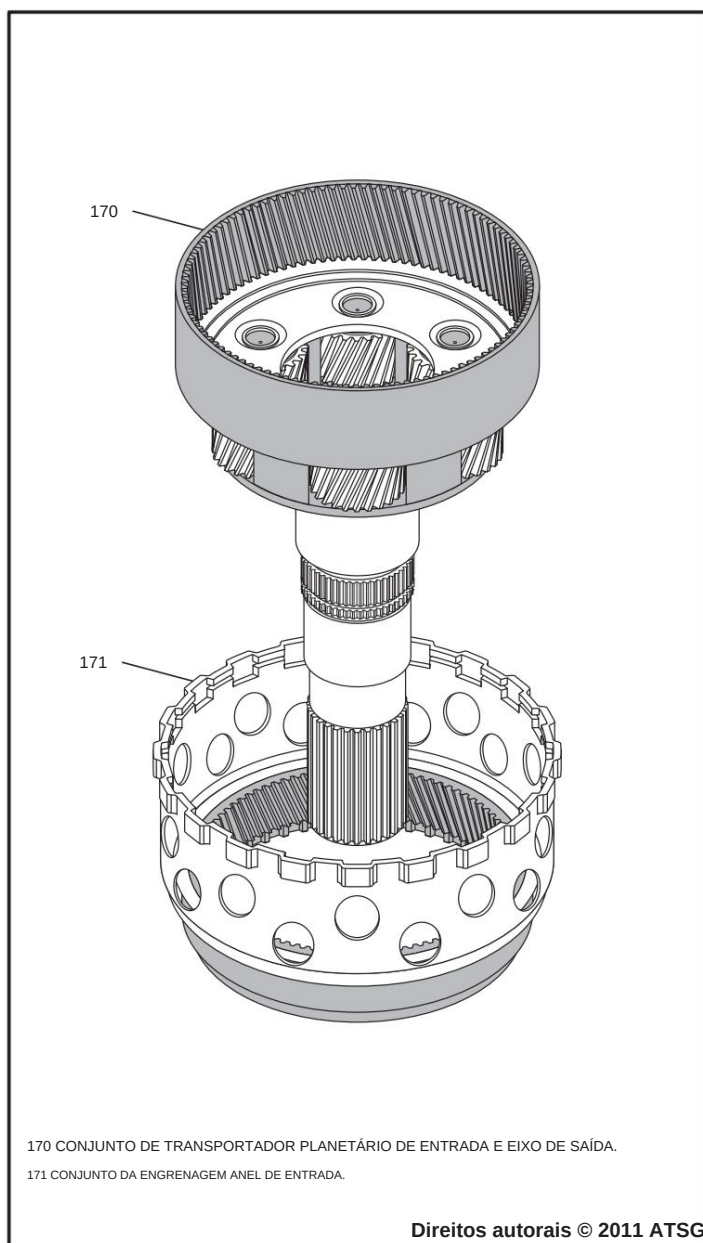

Figura 88
8. Instale o conjunto da engrenagem do anel de entrada na engrenagem de entrada. transportador planetário e eixo de saída da parte traseira, conforme mostrado na Figura 88, e engatar nos pinhões do transportador de entrada.